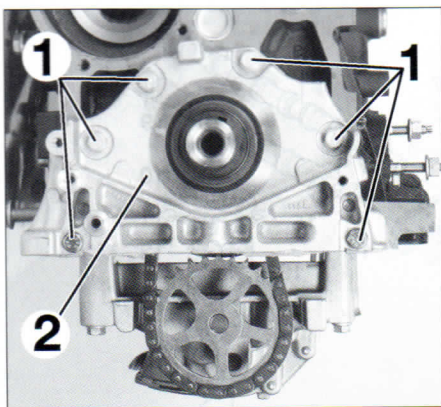
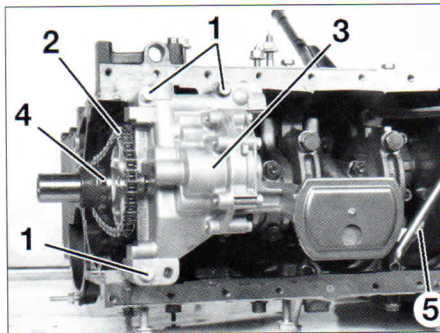

FIG. 21
FIG. 22
- los tornillos (1) del cárter de cierre (2) lado bomba de aceite (**fig. 21**).
- el cárter (2) de cierre lado bomba de aceite.
- el tornillo (5) de la varilla de aceite sobre el filtro (**fig. 22**).
- los tres tornillos (1) de fijación de la bomba de aceite.